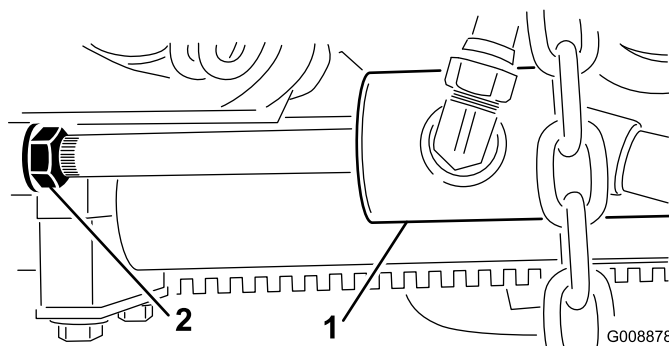

Figura 24
- B. Afloje la contratuerca del cilindro (Figura 24).